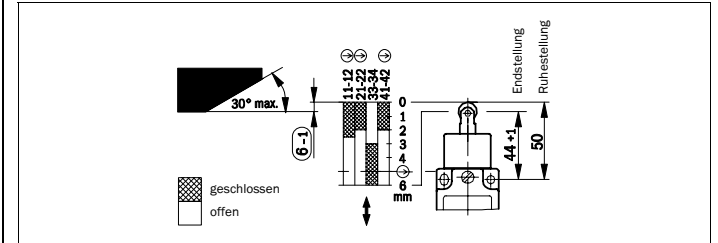

Abb. 3: Schaltwegdiagramm (für Rollenstößel mit Stahlrolle Form C gemäß EN 50041)
- Kontaktbelegung siehe Abb. 3.